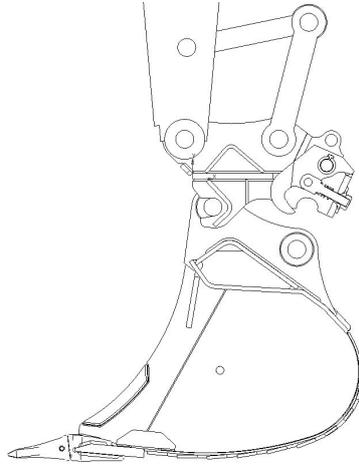
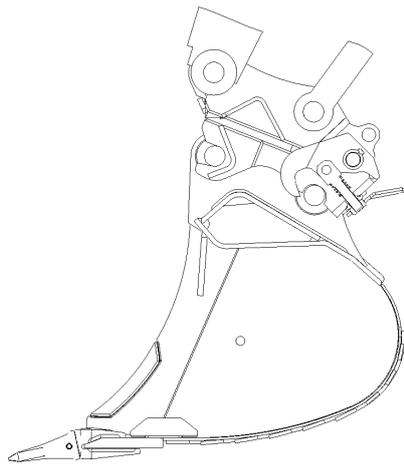
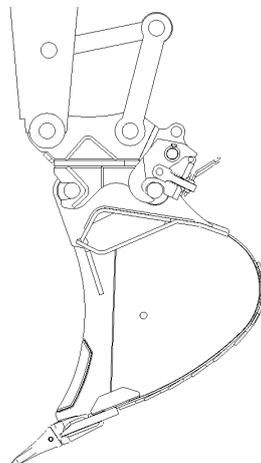

Рис. 8.1
Рис. 8.2
Рис. 8.3
4. Зацепить передним крюком квик-каплера палец рукоятки ковша 4 (рис. 8.1), опустить квик-каплер на палец тяги ковша 14 (рис. 8.2). Вращая ключом 13 регулировочную гайку 12, зафиксируйте палец тяги 14 захватом 2 (рис. 8.3).